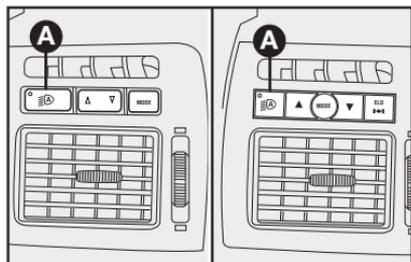
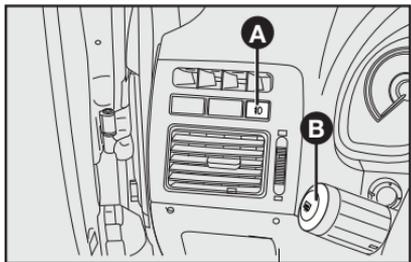
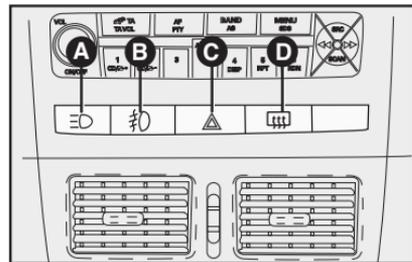

fig. 75
fig. 77
fig. 78
## SENSOR DE LUMINOSIDAD EXTERNA (Sensor crepuscular auto lamp) (donde esté previsto) - fig. 75
El sensor de las luces se activa/desactiva apretando el botón **A-fig. 75** (cuando se activa el sistema, se enciende un LED en el botón). De esta forma se activa el encendido automático de las luces de posición y de las luces bajas simultáneamente en función de la luminosidad exterior.
**Faros de profundidad - A-fig. 78** (versiones Adventure) - botón con indicación de función activada en el cuadro de instrumentos para activar/ desactivar los faros de profundidad. Funcionan solo con las luces altas encendidas.
**Faros auxiliares - A-fig. 77 o B-fig. 75** - botón con indicación de función activada en el cuadro de instrumentos para encender/apagar los faros auxiliares (si presentes).
Para algunas versiones, el botón a la izquierda del volante **fig. 77** es el botón de mando de los faros auxiliares, mientras que para otras es usado para mando del My Car y sensor crepuscular **fig. 75**.
Solamente funciona si están encendidas las luces externas de posición. Los faros auxiliares se apagan cada vez que la llave de arranque es puesta en **STOP**. Para encenderlos nuevamente es necesario presionar el botón **A-fig. 77** y, para algunas versiones, **B-fig. 78**.
**Obs.:** el vehículo posee predisposición para faros auxiliares (antiniebla) (algunas versiones). El botón de mando **A-fig. 77** o **B-fig. 78** estará habilitado con su respectivo led cuando el componente es instalado. Para instalación de faros auxiliares, diríjase a la Red de Asistencia Fiat.
**Luces de emergencia - C-fig. 78 o 79** - se encienden apretando el botón **C**, independientemente de la posición de la llave de arranque.
**Luneta térmica - D-fig. 78 o**, en algunas versiones, **B-fig. 77** - botón con indicador de funcionamiento en el cuadro de instrumentos, para conectar y desconectar el desempañador del vidrio trasero.